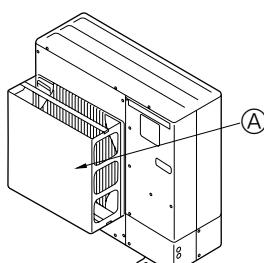

Fig. 2-3
- ② Montera en extra luftledare om enheten installeras på en plats där kraftig vind från tyfoner osv kan komma direkt in i luftutbläset. (Fig. 2-3)